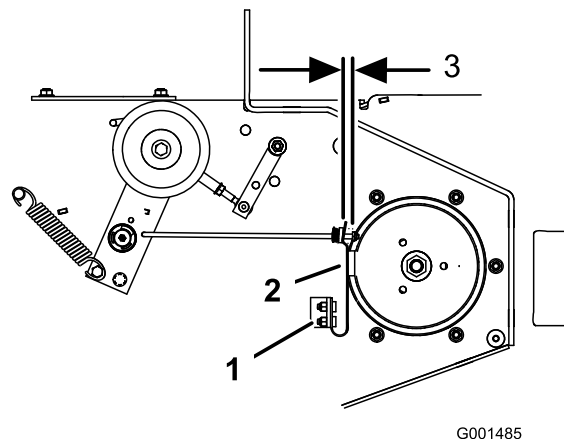

Figura 59
3. Se necessario, regolate i bulloni di fissaggio della molla in modo tale che il tampone del freno delle lame sfreghi contro entrambi i lati della gola della puleggia (Figura 59).
4. Regolate il dado all'estremità dell'asta del freno delle lame fino a ottenere una distanza di 3-5 mm tra il dado e il distanziale (Figura 59).